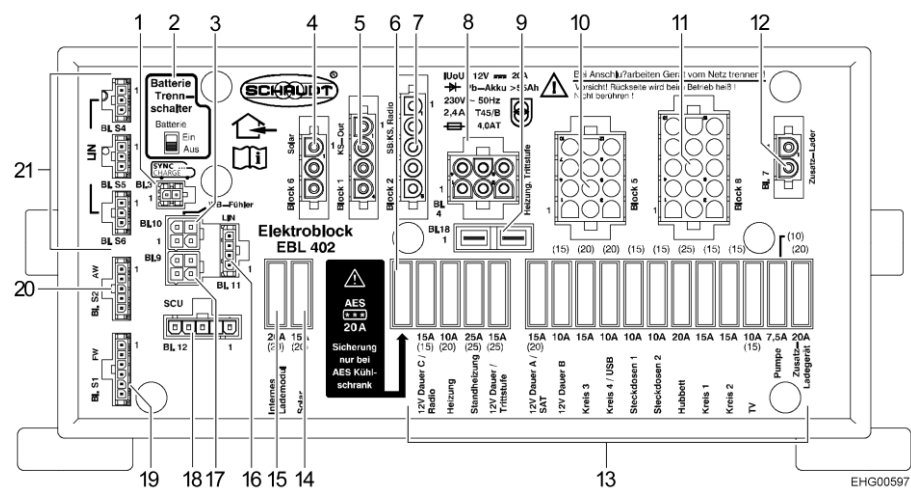

Fig. 131 Bloque eléctrico (EBL 402)
- Desplazar el separador de batería (Fig. 131,2) en el bloque eléctrico EBL 402 a la posición "Aus" (Off).
- Desplazar el separador de batería (Fig. 131,2) en el bloque eléctrico EBL 402 a la posición "Ein" (On).